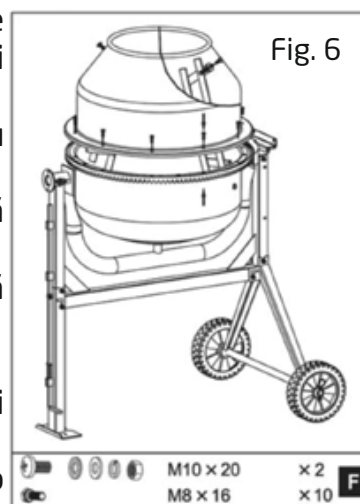

Fig. 6
1. Poziționați semi-cuva superioară pe semi-cuva inferioară peste buză, asigurându-vă că sunt aliniată atât găurile de fixare, cât și săgețile aplicate, Fig. 6.